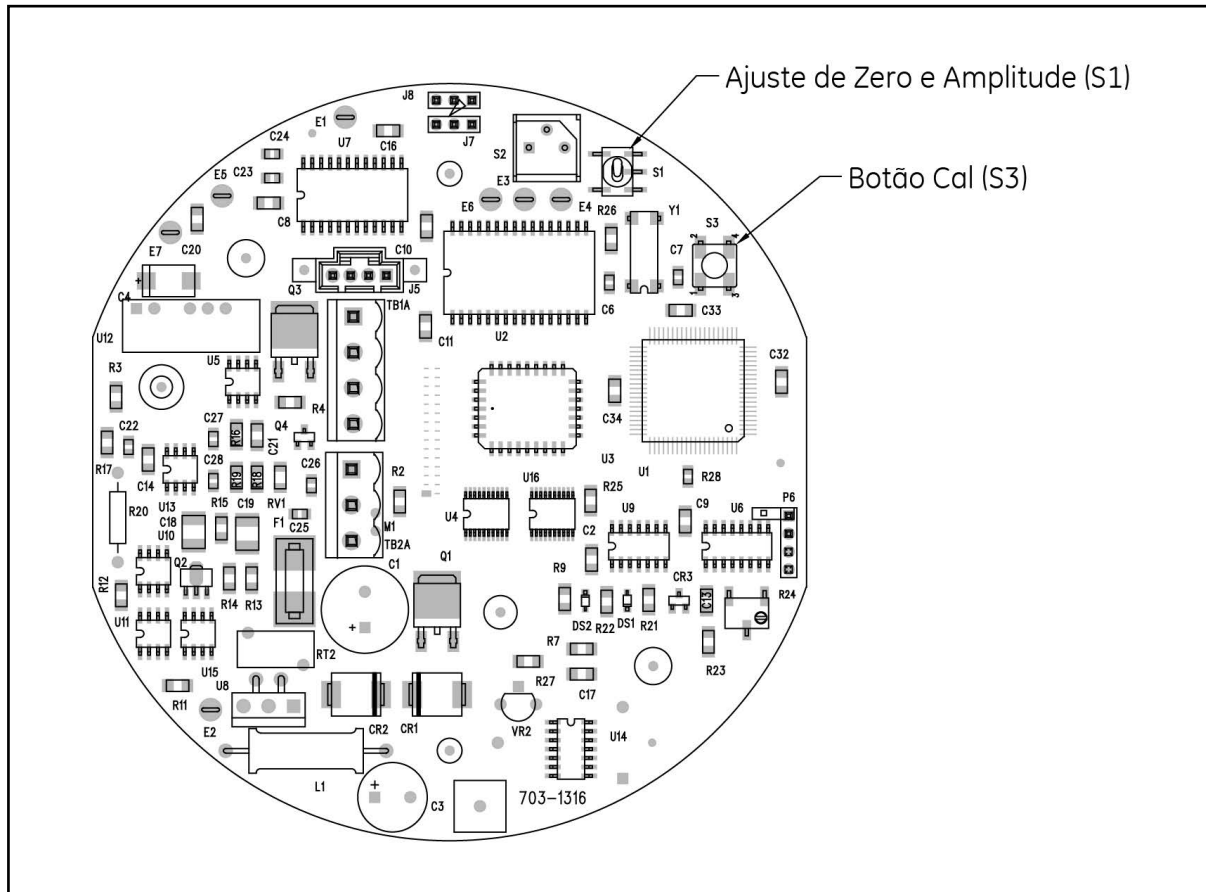

Figura 54: Locais do Interruptor de Calibração
3. A placa de circuito impresso (PCB) do XMTC está localizada diretamente abaixo da tampa. Localize os interruptores **S1** (ajuste de zero e amplitude) e **S3** (botão calibragem) usando *Figura 54* abaixo como um guia.